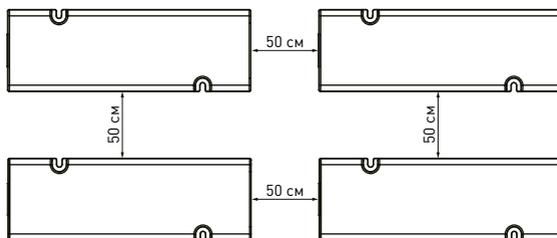

Рис. 2.
- 4.2. Для соблюдения температурного режима работы обеспечьте не менее 50 см свободного пространства вокруг источника питания (см. рис. 2).